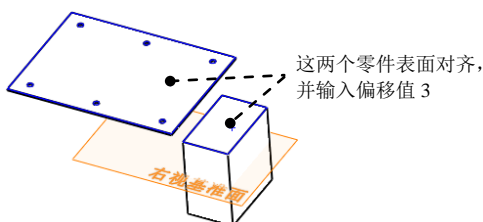

图 17.2.17 元件装配第一约束
(1) 选择命令。选择下拉菜单 **插入(I)** → **配合(M)...** 命令 (或在“装配体”工具栏中单击  按钮)，系统弹出“配合”对话框。
(2) 创建“距离 1”配合。选取图 17.2.17 所示的两个面为要配合的实体，单击  按钮，并在其后的文本框中输入数值 3，选中 ☒ **反转尺寸(E)** 复选框；单击 **配合对齐:** 选项中的“同向对齐”按钮 ，单击“距离 1”对话框中的  按钮。